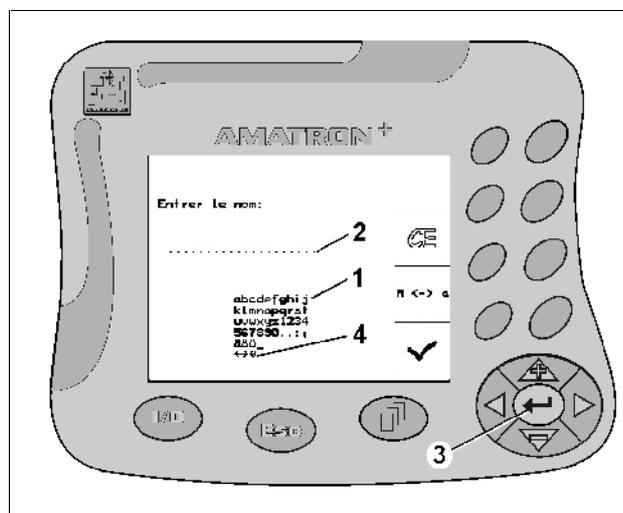

Fig. 15
S'il vous faut introduire des textes ou des chiffres dans le boîtier **AMATRON⁺**, utilisez le Menu introduction de données (Fig. 15).
Une zone de sélection s'affiche en bas de l'écran (Fig. 15/1) avec des lettres, des chiffres et des flèches à partir desquelles vous pouvez former la ligne à introduire (Fig. 15/2) (texte ou chiffre).
-     Sélection de lettres ou de chiffres sur la zone de sélection (Fig. 15/3).
-  Enregistrer la sélection (Fig. 15/3).
Les touches   de la zone de sélection (Fig. 15/4) permettent un déplacement sur la ligne de texte.
La flèche  de la zone de sélection (Fig. 15/4) permet d'effacer les derniers éléments introduits